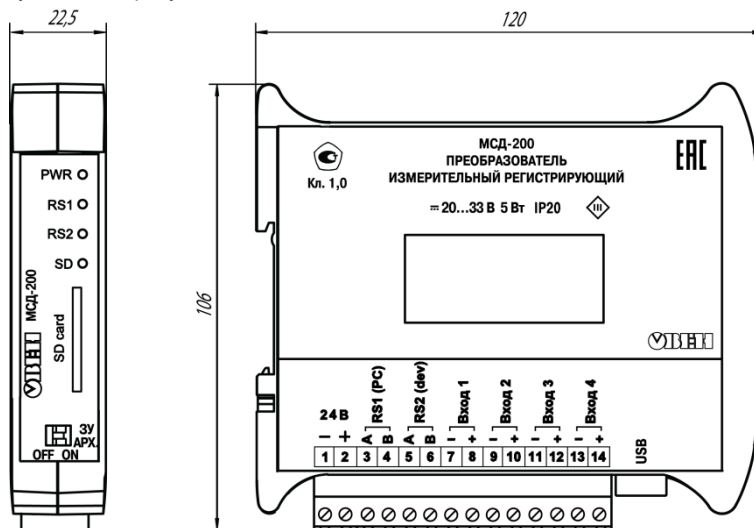

Рисунок 1
1. Производится подготовка на DIN-рейке места для установки прибора по размерам корпуса (см. рисунок 1).